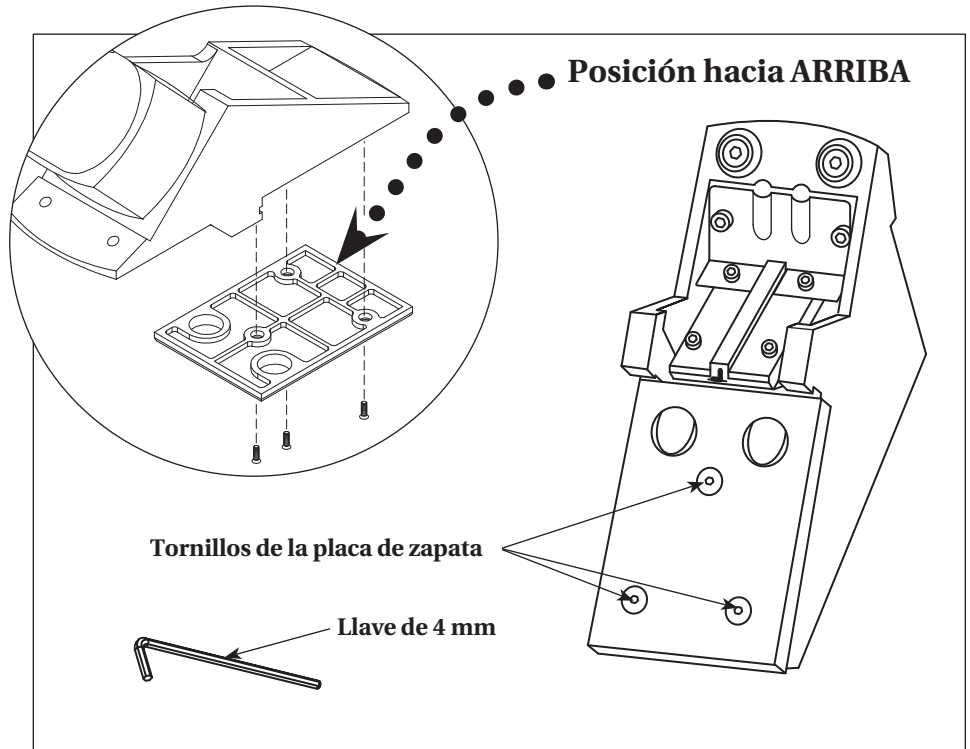

Figura 11 - Posición hacia ARRIBA de la placa de la zapata
2. Con la llave de 4 mm incluida, retire los tres tornillos de la zapata (*ver Figura 11*).